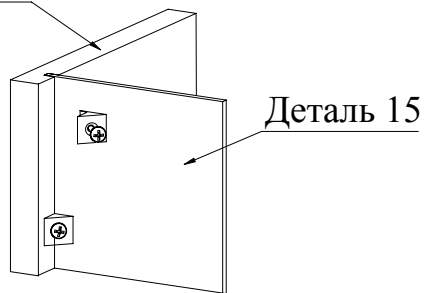

Рис.8
- Установить соединители задней стенки (Рис. 8).